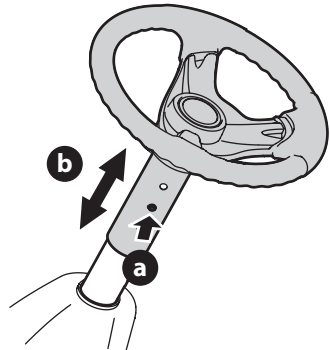

Figure 5
2. Poussez sur le bouton (a) sur la colonne de direction et relevez ou abaissez le volant (b) à la hauteur désirée (Figure 5).